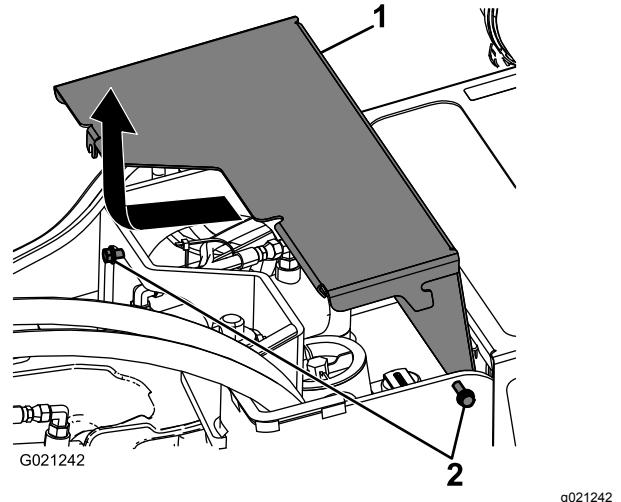

Figura 24
3. Allentate i 2 bulloni che fissano la copertura anteriore alla macchina (Figura 24).
- 4. Fate scorrere la copertura leggermente in avanti e tirate verso l'alto per rimuoverla (Figura 24).
- 5. Per montare la copertura anteriore, fatela scorrere nella sua sede e serrate i 2 bulloni allentati in precedenza (Figura 24).